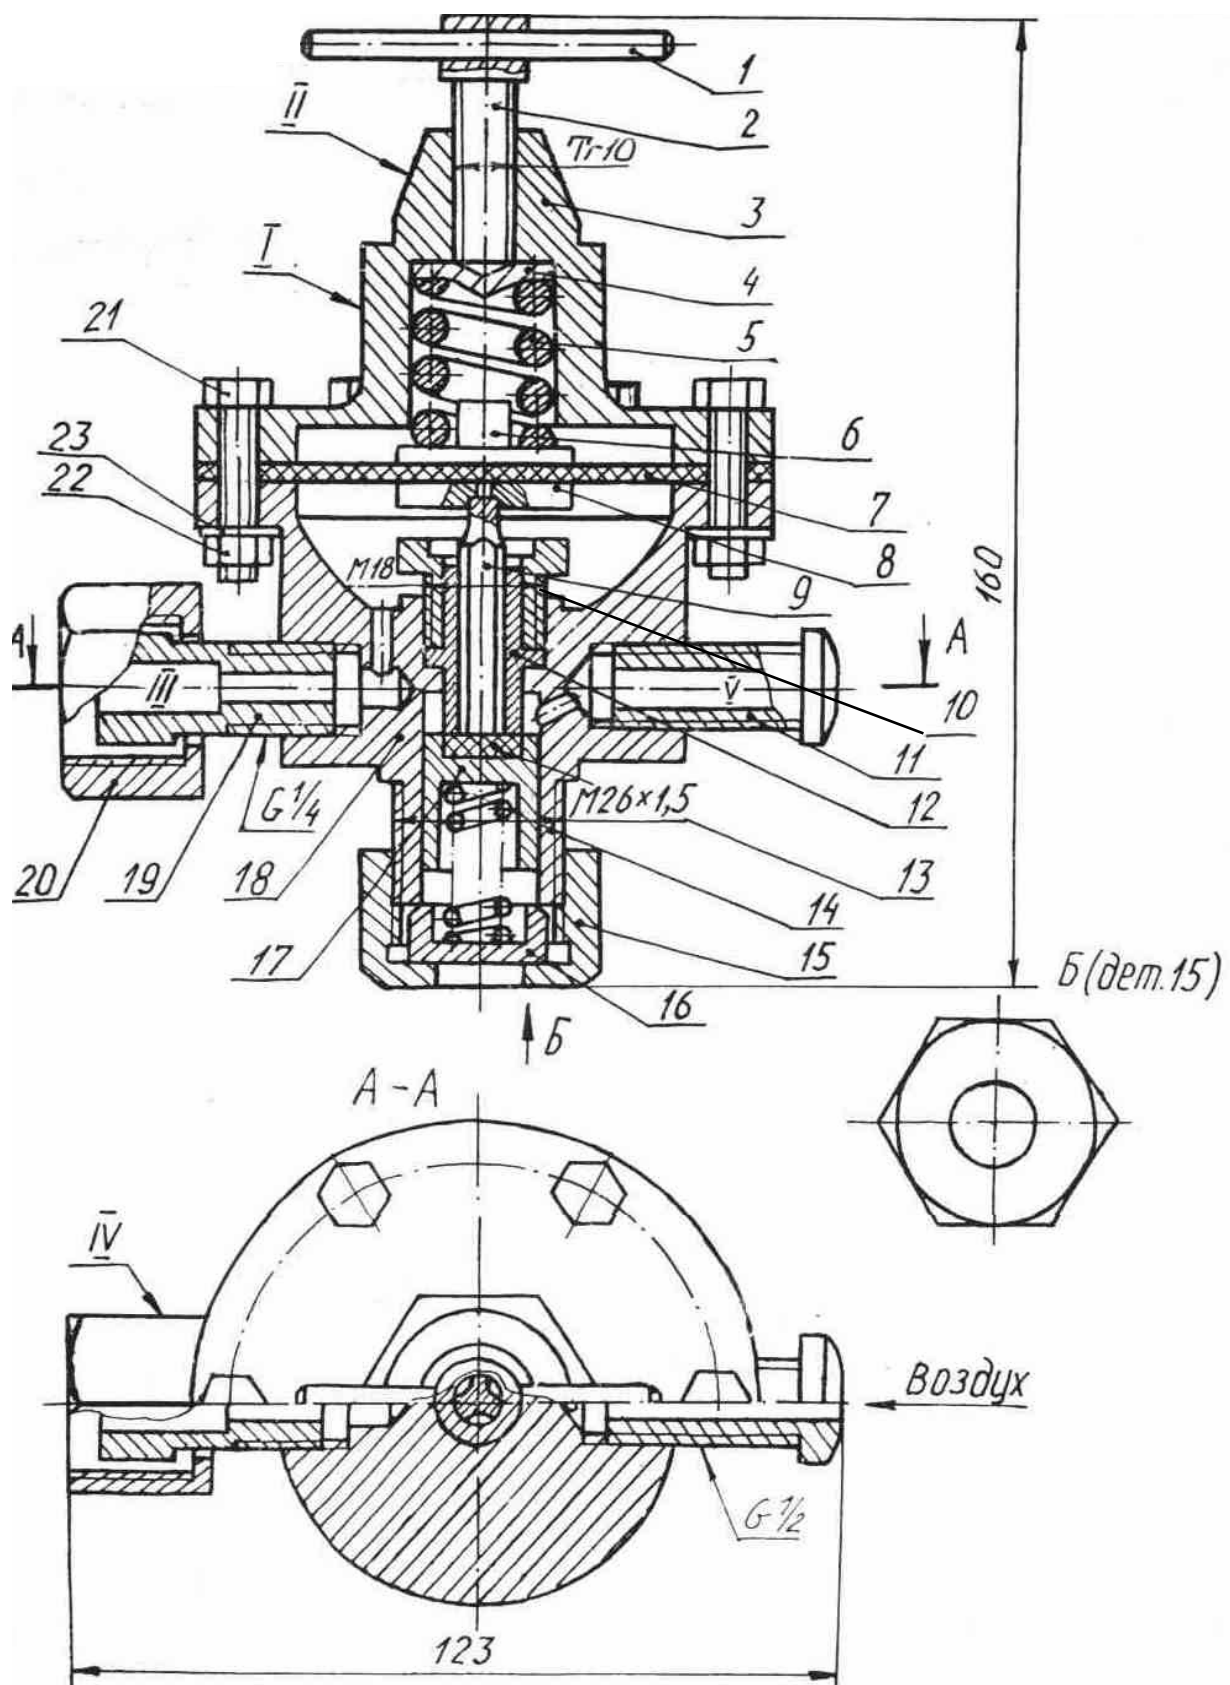
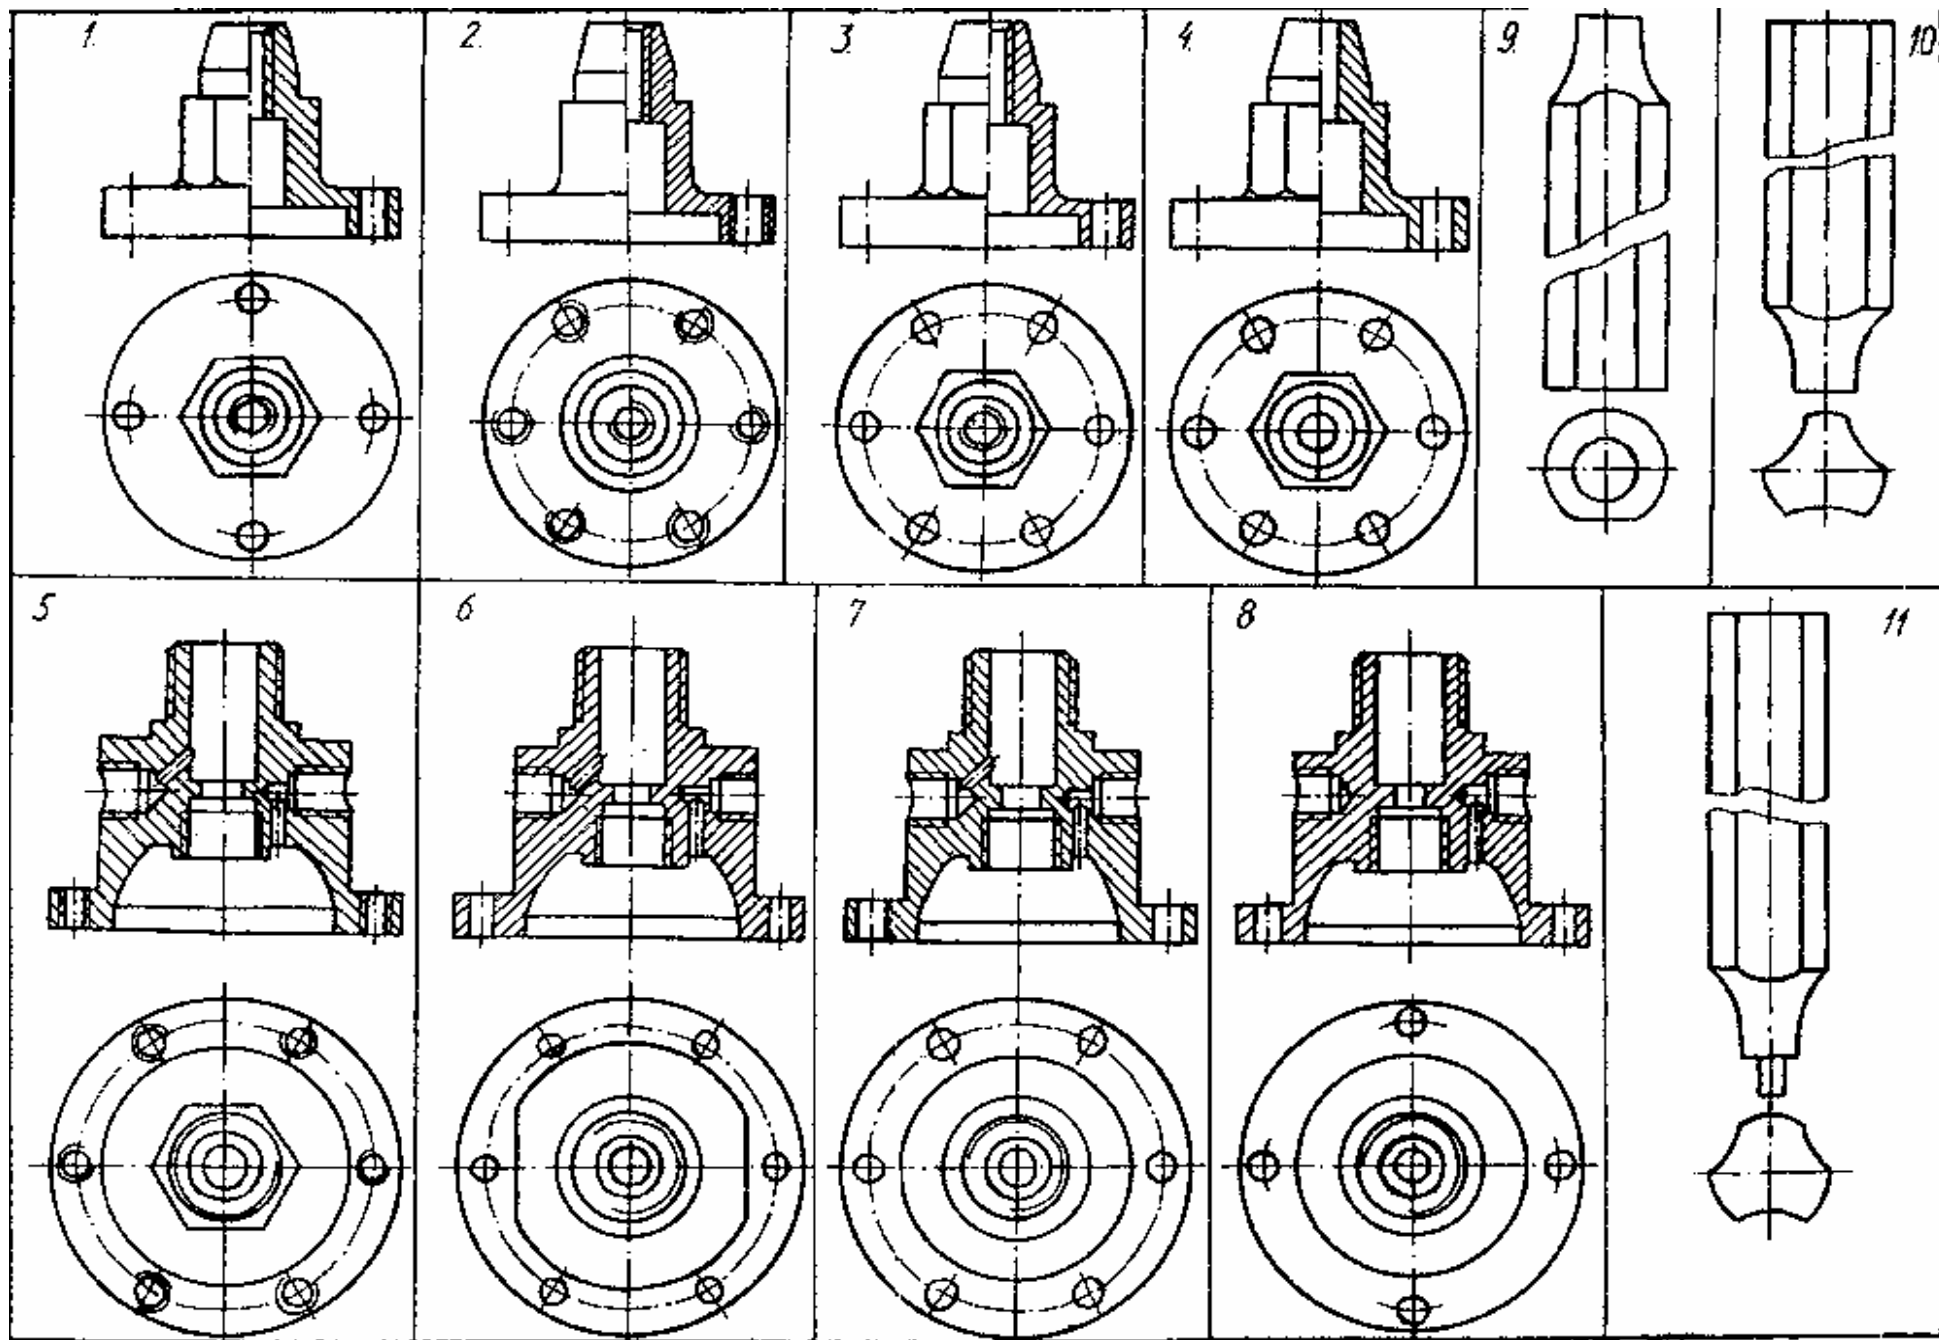

Рис.5.1.
Рис.5.4.
Инструкция для студентов: тест состоит из 24 вопросов. На его выполнение отводится 60 минут. Чтобы ответить на вопросы приведенные в таблице 5.1, необходимо внимательно изучить **чертеж общего вида** пневмоклапана (рис.5.1) и ознакомиться с его **спецификацией** (табл.5.2) Выяснить принцип работы этого изделия. Отвечая на вопросы №22, №23, №24, обратитесь также к набору **эскизов деталей** (рис.5.4). Обратите внимание, что каждый эскиз детали имеет номер, следовательно, ответ должен соответствовать ему.
23.	На каком из изображений показана деталь позиции 18? (рис.5.4)
24.	На каком из изображений показана деталь позиции 9? (рис.5.4).